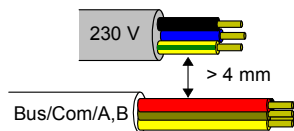

Bild 2 / Figure 2
- Bei der Installation ist auf ausreichende Isolierung zwischen Netzspannung und Bus bzw. Nebenstellen zu achten! Es ist ein Mindestabstand zwischen Bus-/Nebenstellenleitungen und Netzspannungsleitungen von mindestens 4 mm einzuhalten. (siehe Bild 2)
- During installation, ensure adequate insulation between mains voltage and bus or extensions! A minimum spacing should be maintained between bus / extension cable cores and mains voltage cable cores of at least 4 mm. (cf. figure 2)